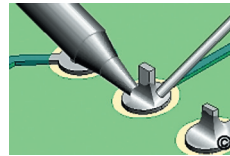

Рис. 6. Перемещение трубчатого припоя по кругу вдоль КП в противоположном направлении от жала паяльника
- Перемещайте трубчатый припой по кругу вдоль КП в противоположном направлении от жала паяльника (рис. 6).